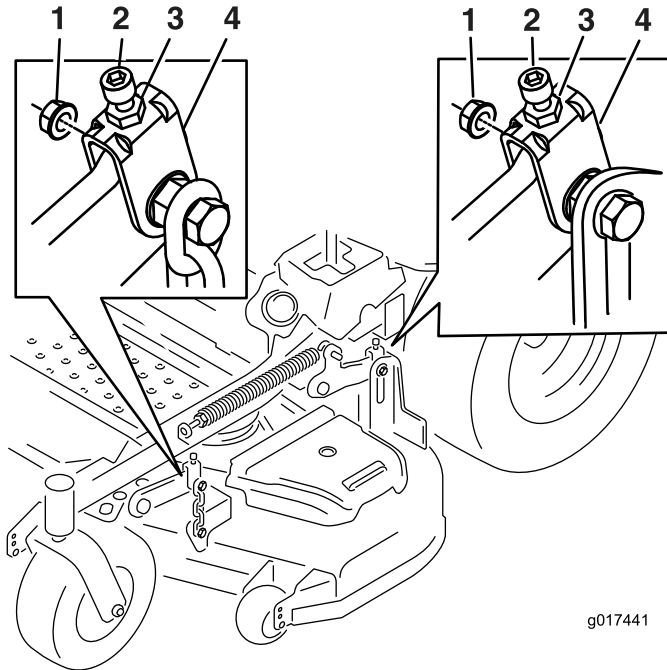

Figura 74
10. Si es necesario, afloje la tuerca "whizlock" del lateral de la horquilla y la contratuercas de la parte superior (Figura 74).
17. Gire el tornillo de ajuste hasta obtener una altura de 8.3 cm (3 1/4") (Figura 74).